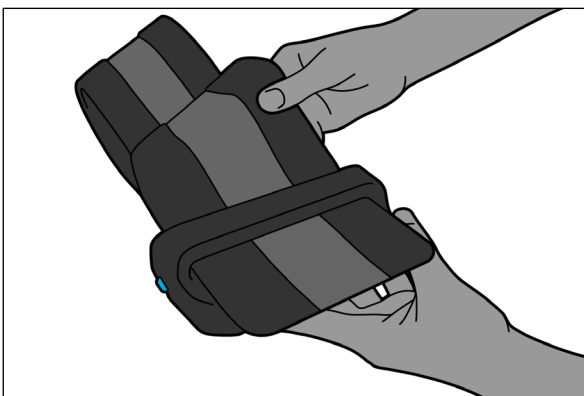
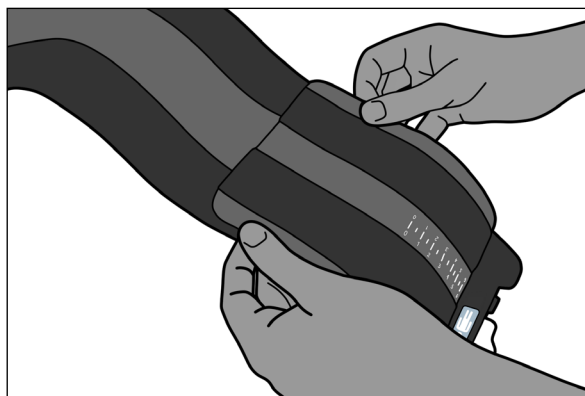

Fig. 2
Fig. 3
2. Placera remmen med siffrorna nedåt och mata sedan fram den långa änden genom klämman (Fig. 2). För tillbaka remmen på sig själv och se till att krokens hela längd är fäst på öglan (Fig. 3).